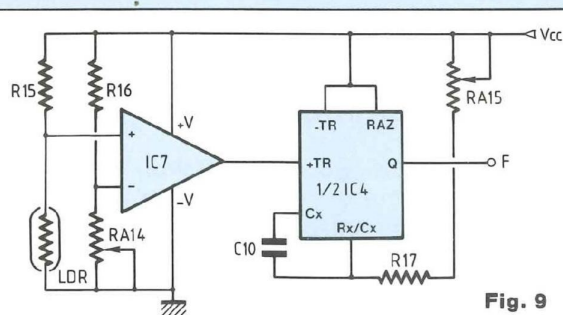

Fig. 9
b) Détection de l'usage du fer (fig. 9)